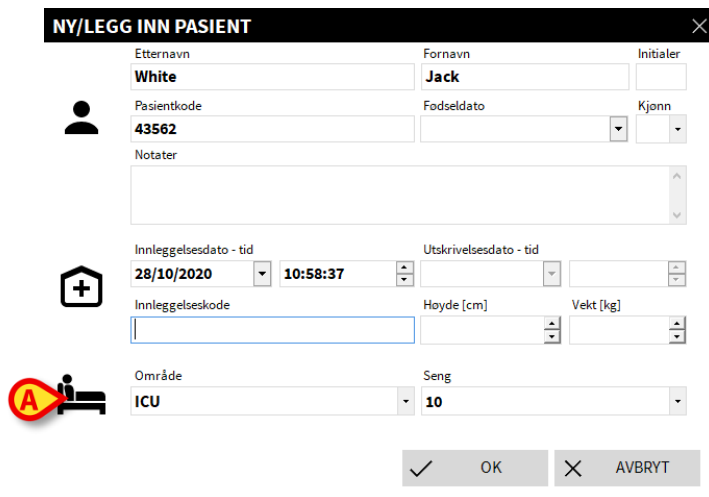

Fig 58
Vinduet «NY/LEGG INN PASIENT» vises (Fig 58).
- Spesifiser **Lokasjon** og **Seng** (Fig 58 A) og klikk **OK**.